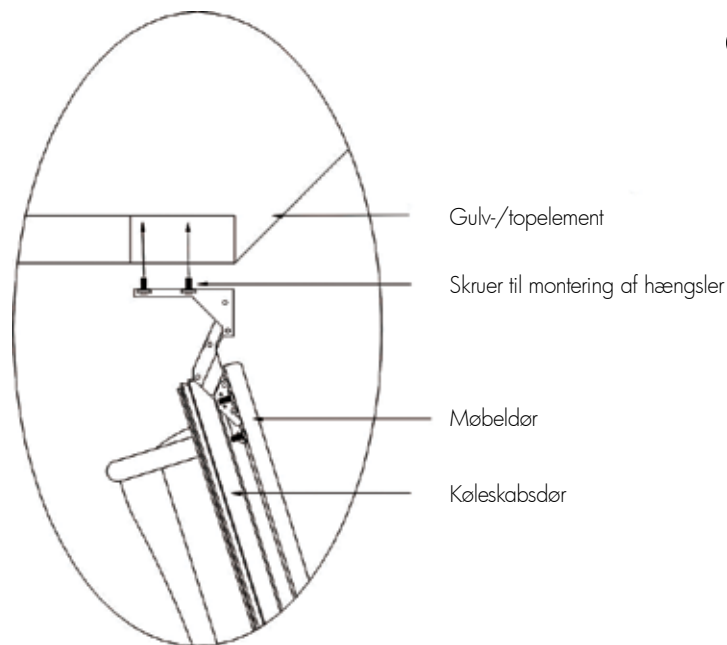

Fig 5
3. Dør til kabinet. Skru først monteringskrueene til hængslerne ud, som er skruet fast i bund- og topelement på den valgte hængselsside, med den medfølgende unbrakonøgle. Åbn hængslerne, som er monteret på køleskabsdøren. Døren holdes i åben stilling, mens hængselskrueene trækkes igennem hullerne i hængslerne og skrues i (ikke helt fast) i gulv- og topelement – se fig. 5.